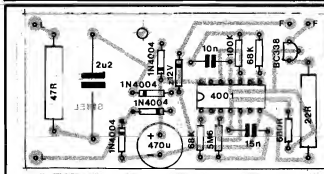

Fig.3
- **FIG. 3 - CHAPEADO DA MONTAGEM** - Agora, a placa é vista pelo lado **não cobreado**, com todas as peças (menos o alto-falante, único componente que é montado **fora** da placa...) posicionadas e cuidadosamente identificadas... Como sempre, enfatizamos os cuidados na inserção e ligação das peças **polarizadas** (Integrado, transistor, diodos - inclusive o zener - e capacitor eletrolítico...). "Pra variar", todas as peças estão devidamente demarcadas com seus códigos, valores, etc., para que não fiquem dúvidas... Essa é outra das **importantes** diferenças entre APE e as demais revistas de Eletrônica: **NÃO** demarcamos as peças, nos chapeados, com os códigos "R1, R2, C1, C2, TR1, TR2, C11, C12,